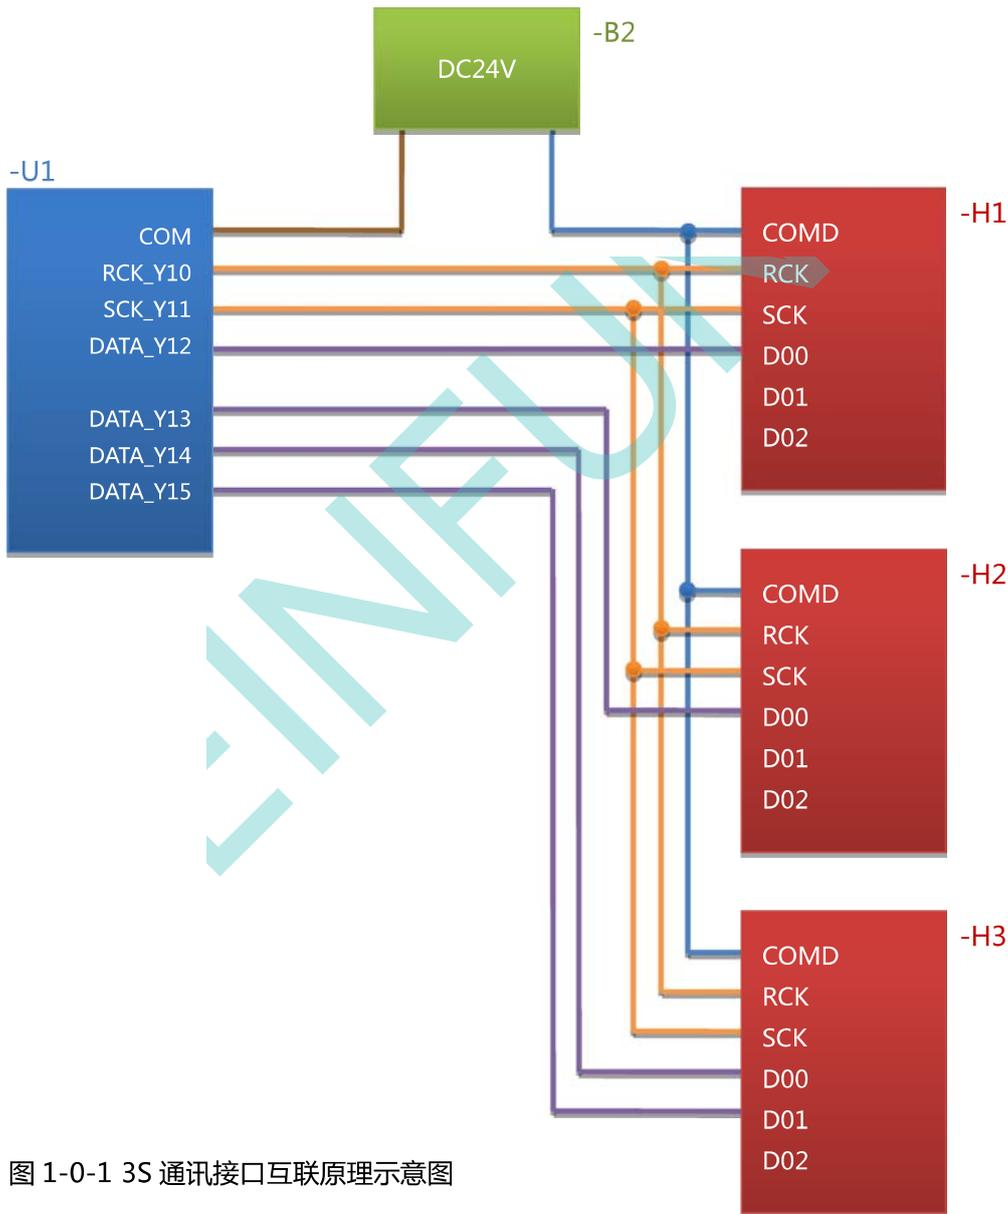

图 1-0-1 3S 通讯接口互联原理示意图
3S 通讯技术是指将 PLC 程序中任意指定的操作数如定时器、计数器、内部变量数据和常量数据，以规定的格式如整数、双整数据、HEX/BCD 码，通过 PLC 直流固态输出点组成的 3S 通讯接口串行传送至带有 3S 通讯接口的外部设备上，使这些设备对接收到的数据进行进一步的处理，如图 1-0-1 所示。这项技术由任志兵于 1995 年发明研制，在当年申请并实施了实用新型专利：ZL95226265.7。在图 1-0-1 中：
任选 PLC-U1 三个晶体管输出点作为最基本的 3S 通讯接口，如图 1-0-1 中所示的 Y10、Y11 和 Y12 点：
在最基本的连接基础上只需增加数据输出口 Y13、Y14、Y15.....，各个数据通道在时钟的驱动下同时向外部设备的数据输入端 D00、D01、D02.....传送数据，每个通道每帧传送一个字（16Bits）的数据码。这样能够保证传送速度不变。如图 1-0-1 中，-H3 外设需要接收双整数据（32Bits），PLC-U1 需要两个数据输出口，一个传送双整数的低字，另一个传送双整数的高字。
- ❖ 3S 通讯线路电源就是图 1-0-1 中的 -B2 电源，DC24V。它与各设备的 COM/COMD 的连接方向取决于 PLC-U1 的 DO 晶体管/场效应管的有效电流方向：